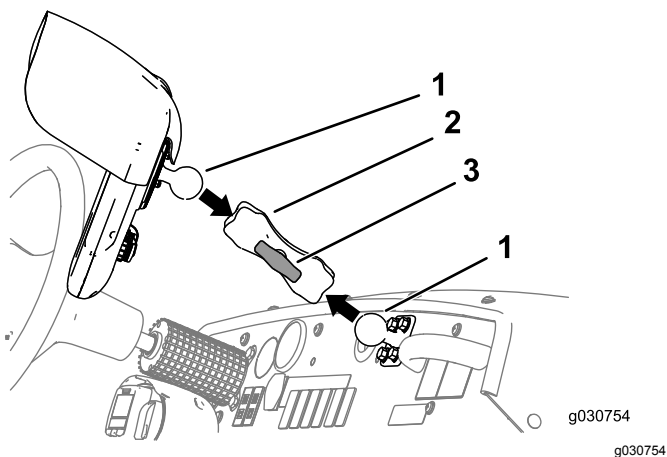

図 153
3. モニタアームのノブをゆるめて、モニタ裏側のフィッティング用のボールピボットとダッシュボード側のボールピボットの両方をモニタアームのソケットに入れる 図 153。
4. 運転席左側座席に座り、モニタが見やすいようにモニタの位置と向きを調整する 図 153。